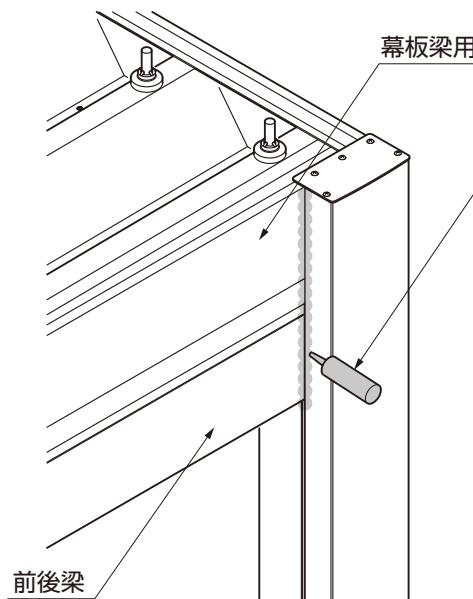

図18-19 端部のシーリング
⑬ 竪樋、前後枠、幕板梁用の接合部にシーリングをしてください。 (図18-19、図18-20参照)